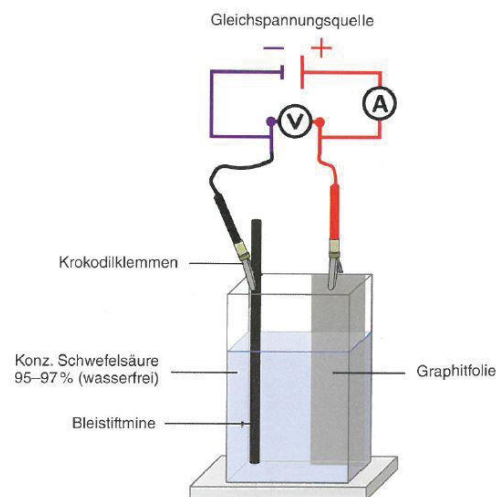

Abb. 21: Aufbau des Versuchs Elektrolyse von  $\text{H}_2\text{SO}_4$ 5.
- Verbinden Sie parallel hierzu ein Voltmeter (Abb. 21).